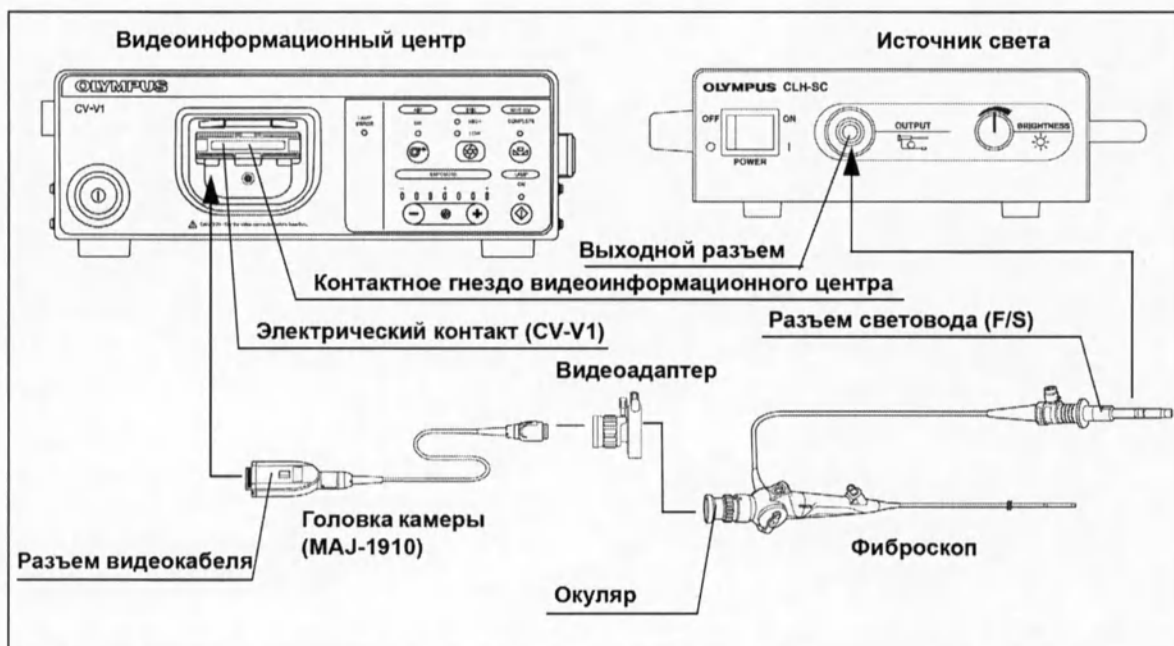

Рисунок 6.3
- 4** Подключите разъем световода фиброскопа к источнику света (см. Рис. 6.3), как описано в руководстве по эксплуатации источника света.
- (1) Придерживайте видеоинформационный центр рукой, чтобы он не двигался.
- (2) Вставьте разъем видеокабеля головки камеры в контактное гнездо видеоинформационного центра до щелчка.
- 7** Подключите видеоадаптер и головку камеры к окуляру фиброскопа (см. Рис. 6.3), как описано в руководствах по эксплуатации видеоадаптера и головки камеры.